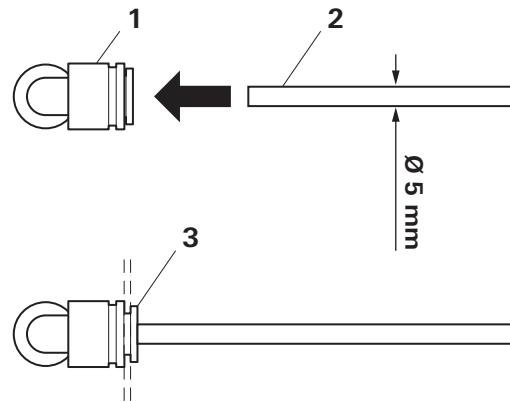

Figura 45
- Accorciare e fissare il tubo del combustibile alla valvola del serbatoio (Figura 45).